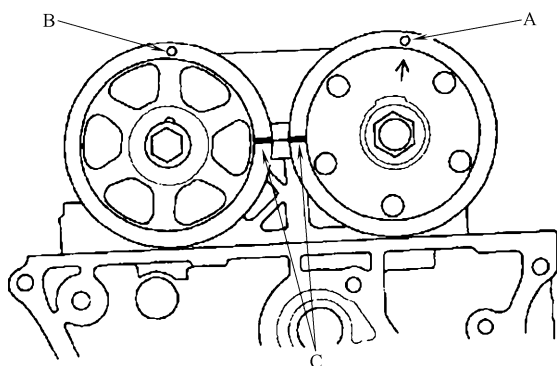

图 23-133 对齐标记
2) 把凸轮轴设置到上止点位置：按照图 23-133 所示，可变气门正时控制执行器上的标记 A 和排气凸轮轴链轮上的标记 B 均应位于顶部位置，可变气门正时控制执行器上的上止点标记 C 和排气凸轮轴链轮上的上止点标记 C 应对齐。